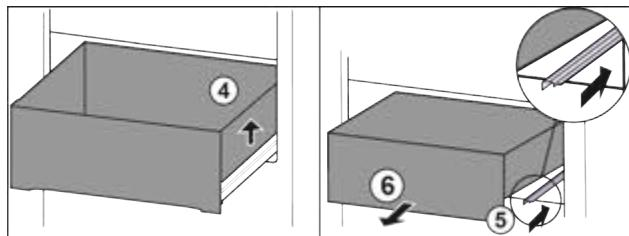

Fig. 69
- Підняти висувний ящик праворуч. Fig. 69 (4)
- Вставити праву рейку. Fig. 69 (5)
- Вийняти висувний ящик рухом вперед. Fig. 69 (6)